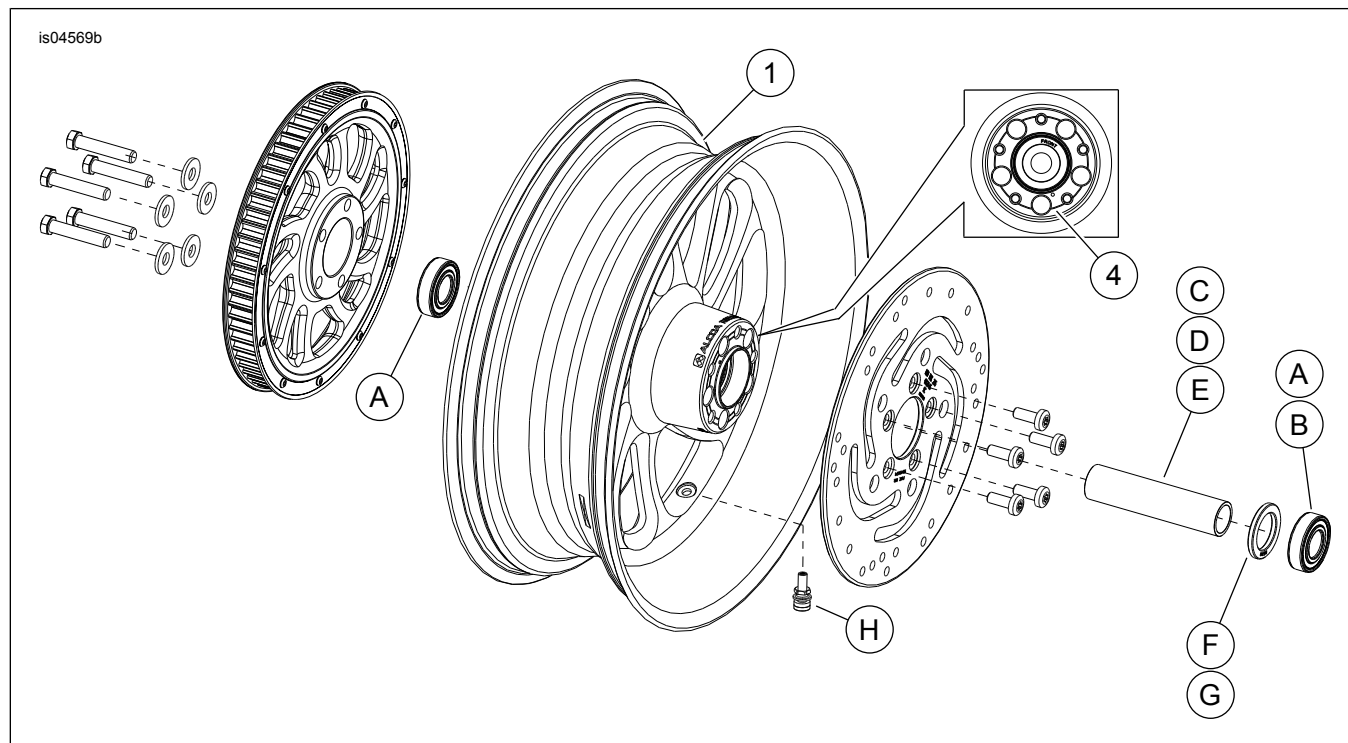

Figura 1. Peças de reposição: Rodas Blade traseiras (roda de 17 polegadas apresentada)
Consulte Figura 1 e Tabela 2
2. Consulte Figura 1. Instale o conjunto da haste de válvula (H) na roda. Consulte o manual de serviço.